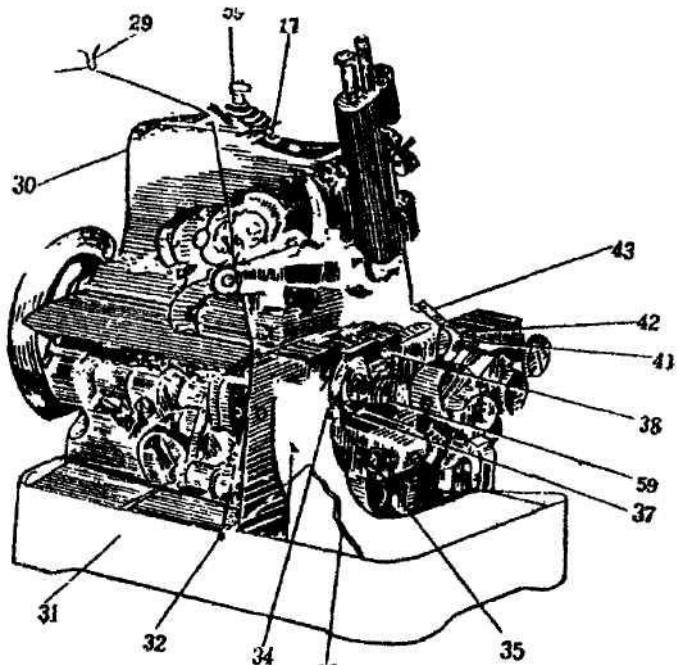

Рис.7
Гайка натяжения (59) (см. рис.7) используется для регулировки натяжения нити для большого и малого петлителей.